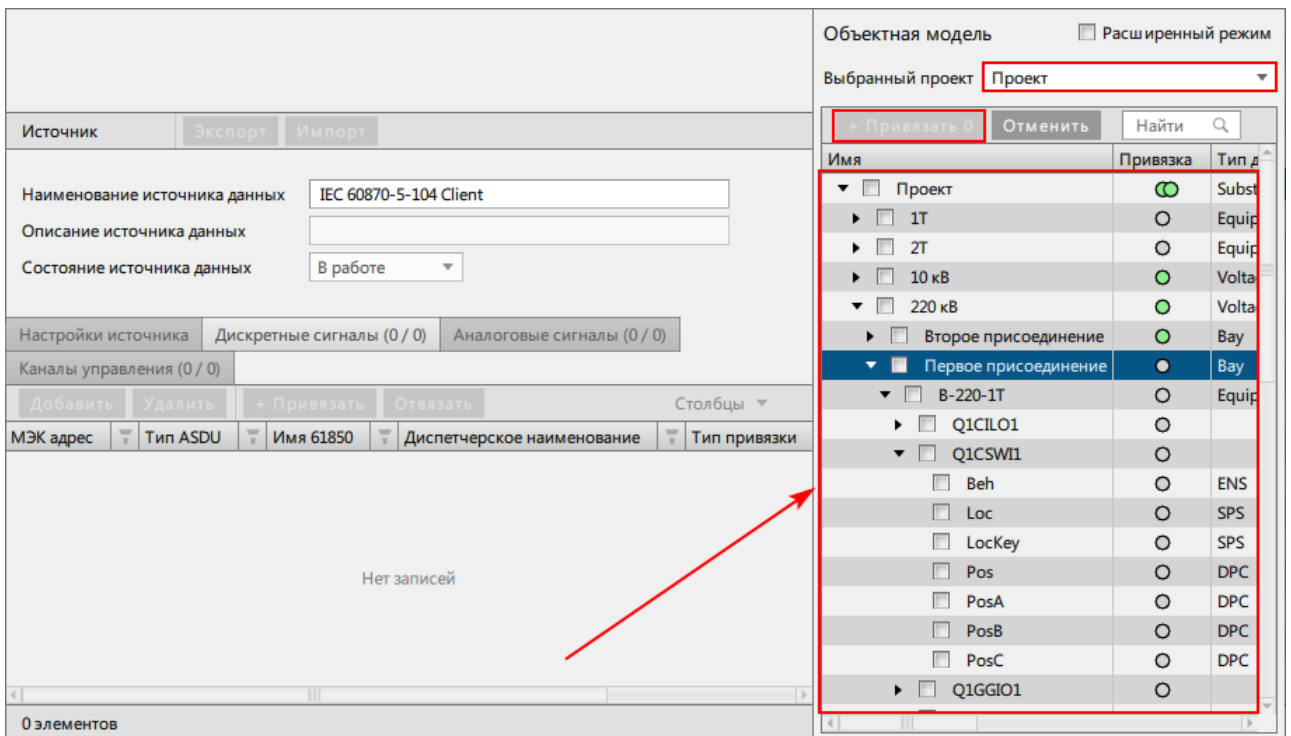

Рисунок 180 - Объектная модель
9. Нажмите **+ Привязать** (Рисунок 180).